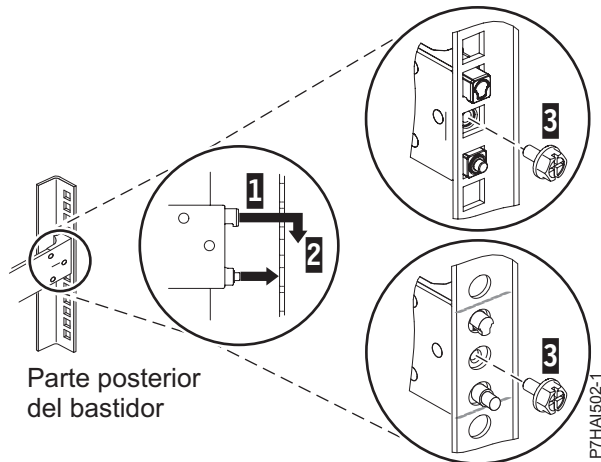

Figura 20. Alineación de las patillas con los orificios de la parte posterior del bastidor
3. Alinee las dos patillas de la parte posterior del riel deslizante con los orificios superior e inferior dentro de la unidad EIA seleccionada que se marcaron anteriormente. Tire del riel deslizante hacia usted para insertar las dos patillas en los orificios del bastidor (1), y baje el riel deslizante (2) para fijar el mecanismo de enganche de la patilla superior. Para obtener más de talles, consulte la Figura 20 en la página 23. Asegúrese de que las dos patillas sobresalen de los orificios antes de proceder con el paso siguiente.